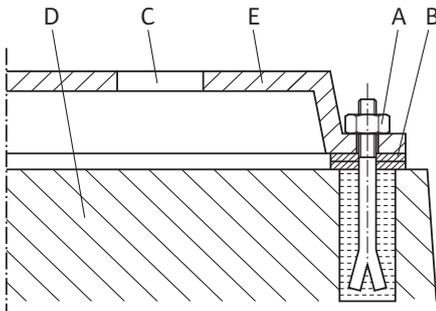

Fig. 15: Beispiel für eine Fundament-Verschraubung
**Beispiel für eine Fundament-Verschraubung (Fig. 15):**
- Unterlegbleche (B) immer links und rechts in unmittelbarer Nähe des Befestigungsmaterials (z.B. Steinschrauben (A)) zwischen Grundplatte (E) und Fundament (D) anbringen.